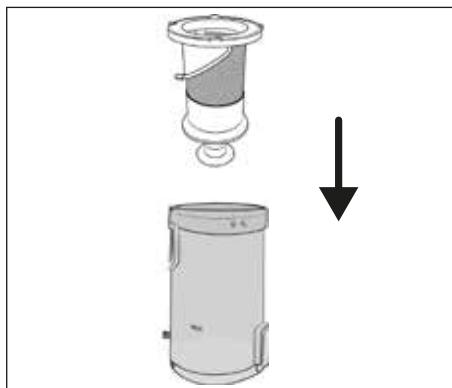

Fig. 21
- 6) Insérez le filtre en acier inoxydable ⑥ dans le bac à poussière ⑦ et poussez-le jusqu'en bas (voir fig. 21). Notez que le filtre en acier inoxydable ⑥ est doté de dispositifs d'arrêt de différentes tailles. Le filtre en acier inoxydable ⑥ ne s'insère dans le bac à poussière que dans une seule position du fait de ces dispositifs d'arrêt ⑦.